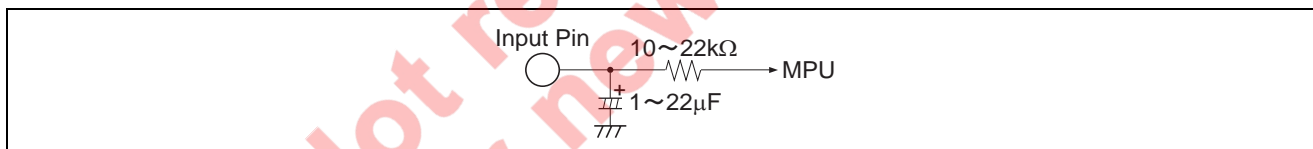

図 2 ポップ音低減インターフェース
- ポップ音を低減するには、図 2 に示すようにモードコントロールピンに 10kΩ~22kΩの抵抗と、1μF~22μFの容量を付加してください。